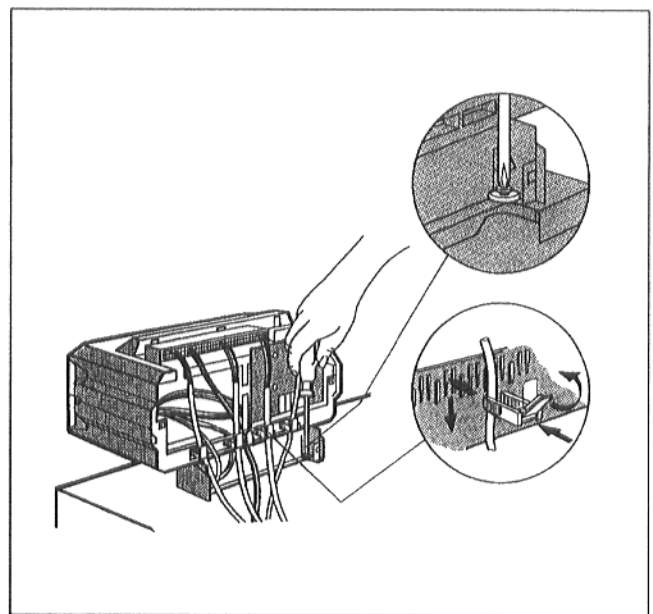

Fig. 16 Représentation de la structure
- Visser à l'aide de 2 vis Parker le socle de l'appareil de régulation, à droite et à gauche, à l'intérieur du passage des câbles, sur la capot avant de la chaudière (Fig. 16).
- Fixer tous les câbles à l'aide de serre-câbles : enfoncer le serre-câble muni du câble dans le haut des fentes du cadre de fixation des serre-câbles; la nervure du levier doit être dirigée vers le haut. Pousser le serre-câbles vers le bas et l'enfoncer. Rabattre le levier vers le haut (Fig. 16).